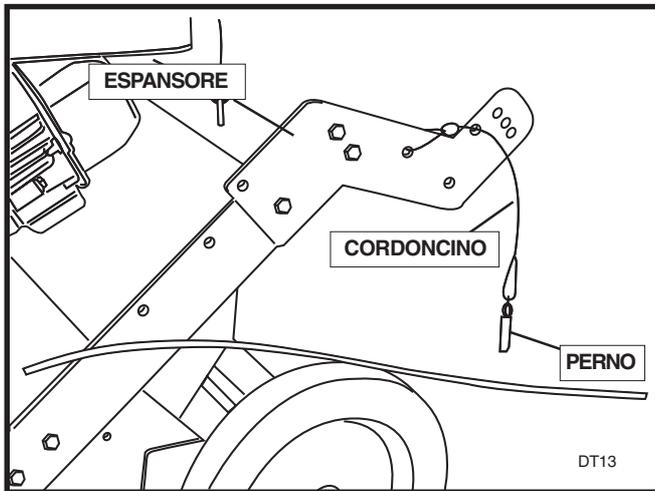

FIGURA 6
17. Installare due espansori sul lato esterno del gruppo impugnatura inferiore. Fissare i cordoncini con perni agli espansori come mostrato in Figura 6.